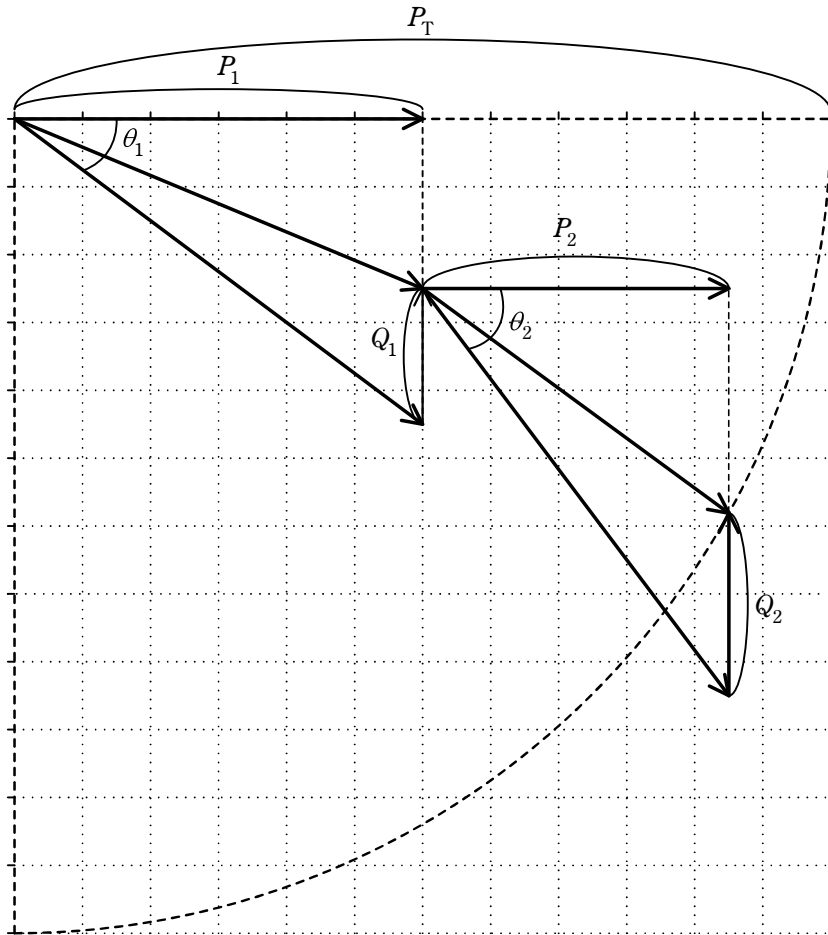

図2 [追記をした図]
(2) 図2に P_2 [kW], Q_2 [kvar] のベクトル図と、力率角 θ_2 を追記する。